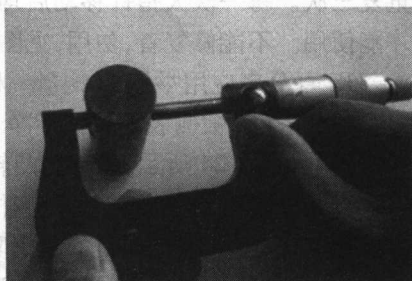

图 1-21 从工件上取下千分尺
(4) 松开测轴锁止螺钉,旋松活动套筒上的旋钮,取下千分尺,见图 1-21 所示。